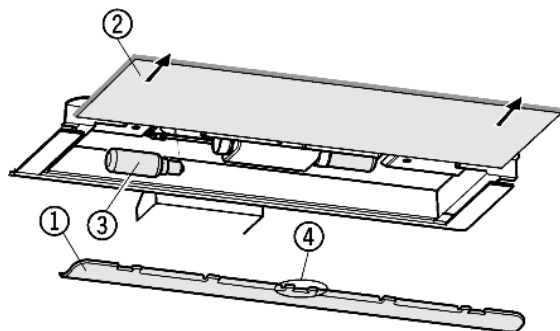

Fig. 16
- ▶ Sundejte krytku Fig. 16 (1). Prsty uchopte za krytku a vyklesněte.
- ▶ Vytáhněte skleněnou desku Fig. 16 (2).
- ▶ Žárovku Fig. 16 (3) vyměňte.
- ▶ Nasaďte zpět krytku: zaklesněte vpravo a vlevo a dávejte pozor na to, aby prostřední háček Fig. 16 (4) zasahoval přes skleněnou desku.